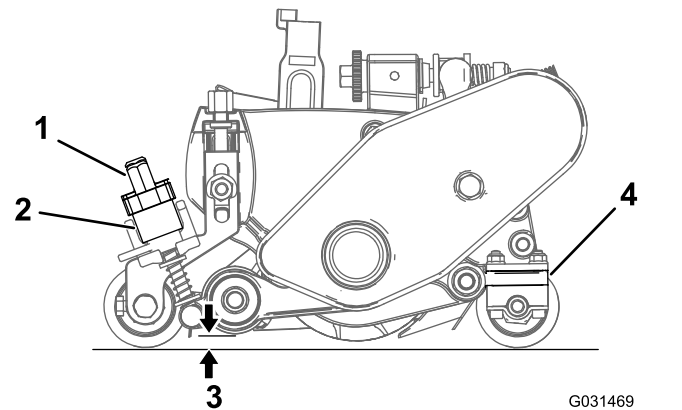

Figura 24
- A. Gire las palancas de elevación rápida (Figura 24) a la posición de OPERACIÓN (palanca orientada hacia la parte delantera de la unidad de corte).
- B. En el extremo del molinete groomer, mida la distancia entre la punta más baja de la cuchilla del groomer y la superficie de trabajo (Figura 24). Gire el pomo de ajuste de altura (Figura 24) para elevar o bajar la punta de la cuchilla del groomer a la altura deseada.